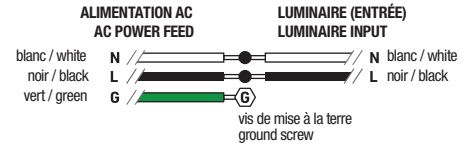
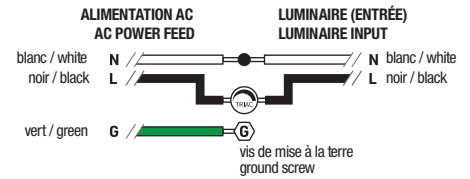

Fig. 8.3
Fig. 8.4
- Make the wire connections (Fig. 8.3 or Fig. 8.4).
- Effectuer les connexions des fils (Fig. 8.3 or Fig. 8.4).